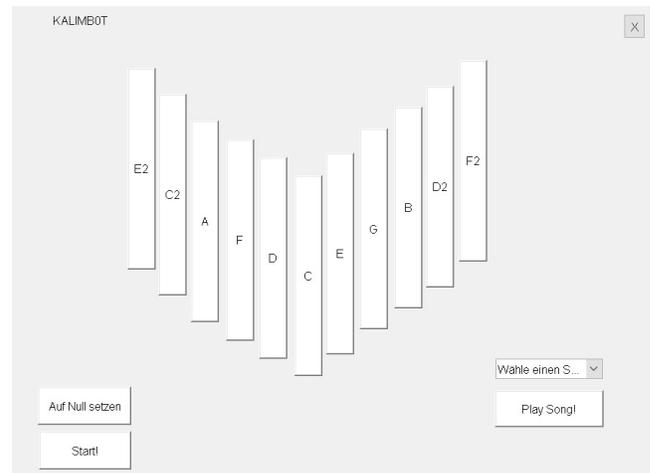

Abbildung 5. Die GUI
1) *GUI des Programms:* Die GUI des KALIMBOTs ist sehr simpel gehalten (s. Abbildung 5). Durch mehrere Buttons, wird die Form der Klangzungen nachgestellt. Dabei steht jeder Button für die Note der Zunge an dieser Position. Beim Drücken eines Buttons wird die Note, die er darstellt auch angespielt. Beim anspielen einer Note färbt sich der jeweilige Button in der GUI für kurze Zeit rot, um dem Benutzer zu signalisieren, welche Note gespielt wird. Links unterhalb der Noten Button befinden sich noch zwei weitere Button. Der Button „Auf Null setzen“ fährt den Arm auf die Position 0/0 des Koordinatensystems, also den Ausgangspunkt, zurück. Und der Button „Start“ setzt die internen Koordinaten auf die Position 0/0. Links neben den beiden Button, befindet sich dann die Songauswahl, welche die vorprogrammierten Songs spielt.